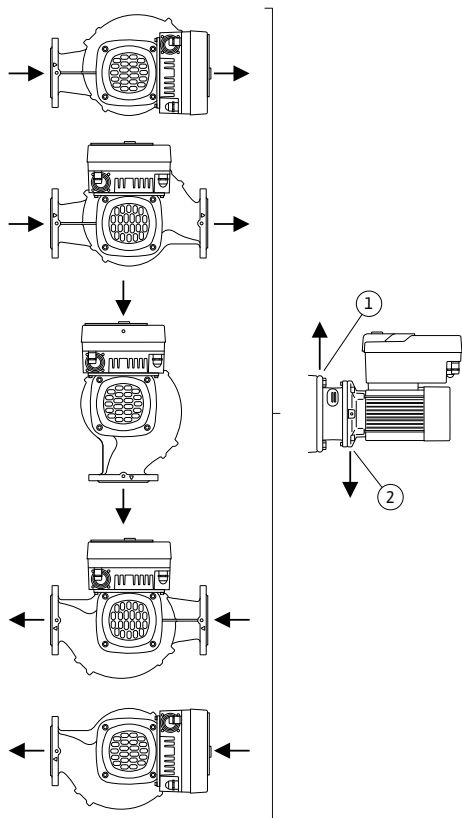

Fig. 16: Posizioni di montaggio ammesse con albero orizzontale
- Con albero del motore orizzontale è necessario che il foro di condensa sia rivolto verso il basso (Fig. 16, pos. 2). Eventualmente il motore deve essere ruotato.